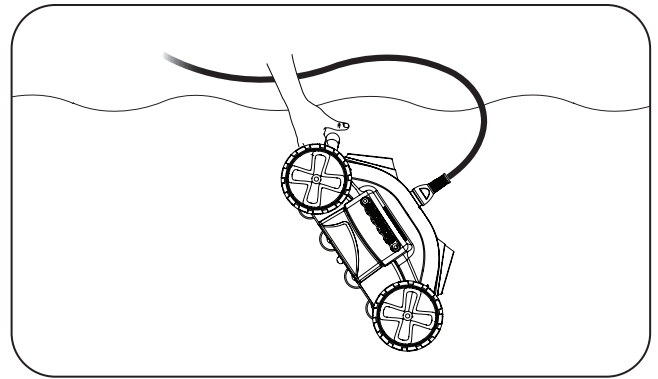

Figura 12. Eleve el limpiador con la manija
3. Use la manija para levantar el limpiador del agua (Figura 12). Nunca retire el limpiador de la piscina tomándolo del cable flotante.